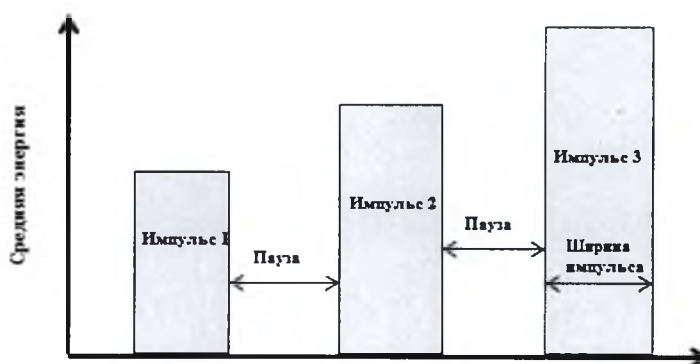

Рис. 5.8 – Диаграмма серии из трех импульсов в свободном режиме генерации
5.7.2.1 Данный режим работы прибора позволяет настроить серию из 3-х импульсов с возможностью выставить значения энергии, длительности и паузы после каждого импульса. Данный режим визуально можно представить на рис. 5.8.